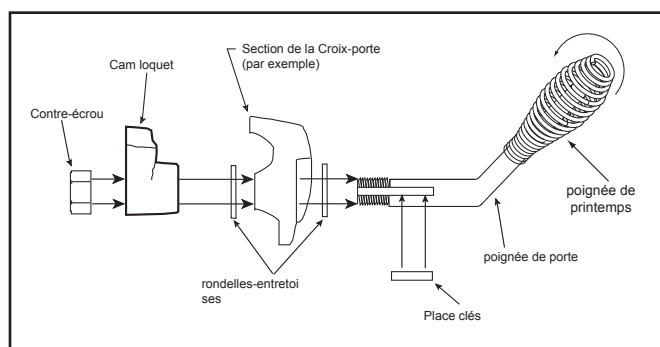

Figure 24.3 - Poignée de porte pour porte voûtée
3. Installez la rondelle seconde (s) comme le montre la **figure 24.3.**
7. Installer poignée tournante dans un mouvement anti-horaire à l'endroit désiré sur la tige de poignée de porte. **Figure 24.3.**